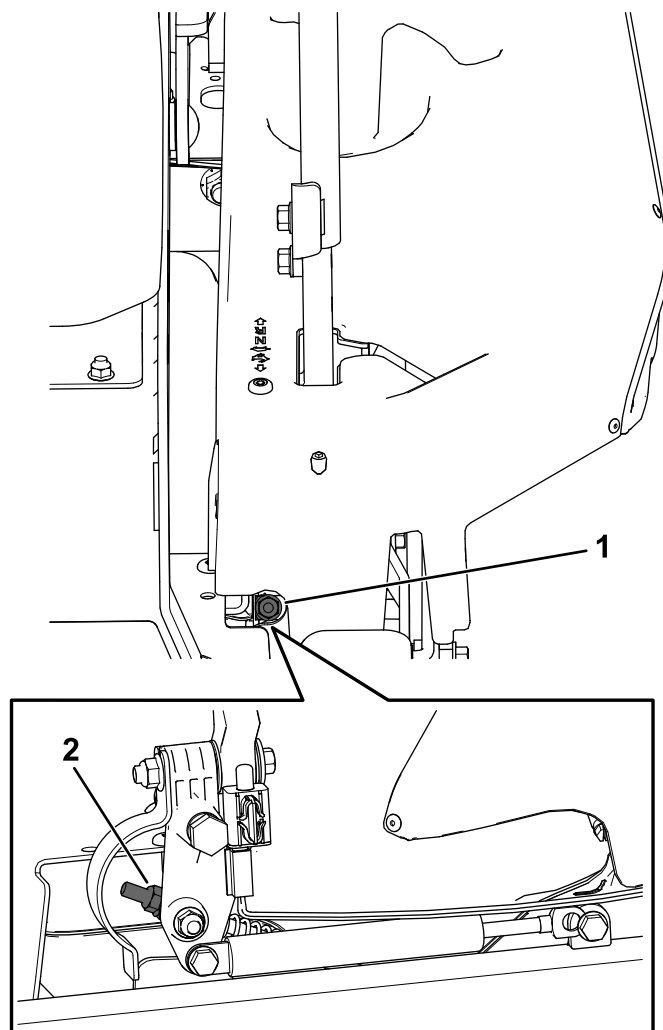

Figura 70
10. Ajuste la longitud de las varillas de control de las bombas girando la tuerca en el sentido apropiado hasta que las ruedas se muevan ligeramente en marcha atrás (**Figura 70**).